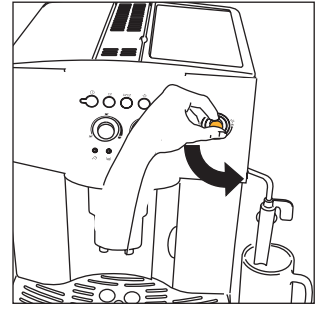
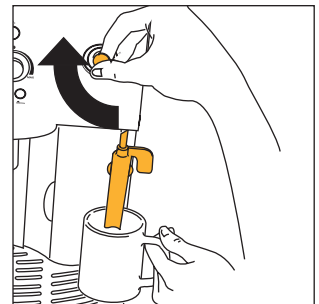
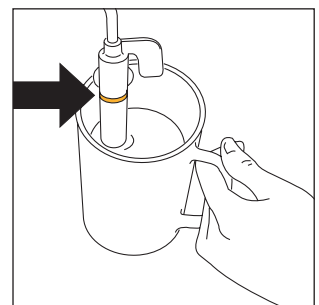

Fig.5
Fig.23
Fig.24
3. Vrid **OMEDELBART EFTER IGÅNGSÄTTNINGEN, INOM 30 SEKUNDER**, ångreglaget motsols så långt det går (fig. 5). Lite buller från maskinen är helt normalt.
- Vrid ängreglaget ett halvt varv motsols (fig. 5): vattnet rinner ut ur cappuccinoröret och ner i behållaren.
- **Sänk omedelbart, inom två minuter,** ner cappuccinöröret i behållaren med mjölk (fig. 23), annars återgår maskinen automatiskt till kaffefunktionen. Se till att inte doppa ner cappuccinöröret längre än till markeringen (vid pilen i fig. 24). Vrid ångreglaget ett halvt varv motsols (fig. 5): Akta så att du inte bränner dig. Ur cappuccinöröret kommer det ånga som ger mjölken ett krämigt utseende och ökar dess volym. Doppa ner cappuccinöröret i mjölken och låt behållaren rotera med långsamma rörelser nedifrån och upp för att få ett fylligare skum. (Mata inte ut ånga under längre tid än 2 minuter).
- Släpp ut lite vatten eller ånga under några sekunder genom att vrida ångreglaget motsols så långt det går (fig. 5). Detta medför att eventuell mjölk som finns kvar i ångröret töms ut. OBS: Av hygieniska skäl bör du alltid göra detta för att förhindra att det står kvar mjölk i cappuccinörret.